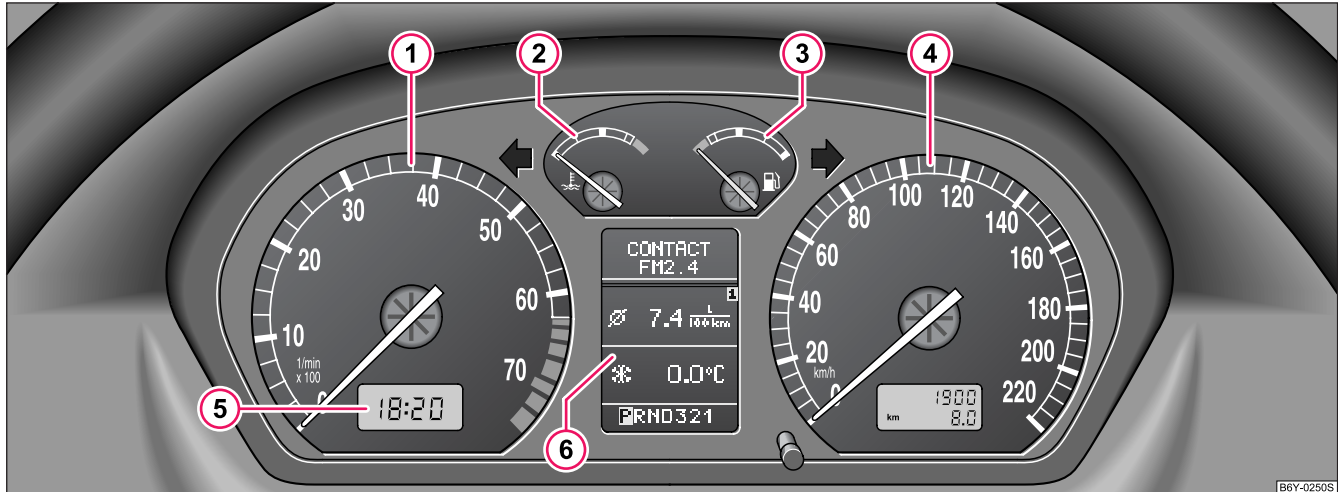

Abb. 3 Kombiinstrument
Der Beginn des roten Bereiches im Drehzahlmesser ① ⇒ Seite 12, Abb. 3 kennzeichnet für alle Gänge die maximal zulässige Motordrehzahl des eingefahrenen und betriebswarmen Motors. Vor Erreichen dieses Bereiches sollten Sie in den nächst höheren Gang schalten bzw. die Wählhebelstellung D des automatisches Getriebes wählen.
Die Kühlmitteltemperaturanzeige ② ⇒ Seite 12, Abb. 3 arbeitet nur bei eingeschalteter Zündung.
Die Kraftstoffvorratsanzeige  ⇒ Seite 12, Abb. 3 arbeitet nur bei eingeschalteter Zündung.
Zum Einstellen der Uhrzeit ist links unten neben dem Geschwindigkeitsmesser ein Rückstellknopf angebracht ⇒ Seite 12, Abb. 3.